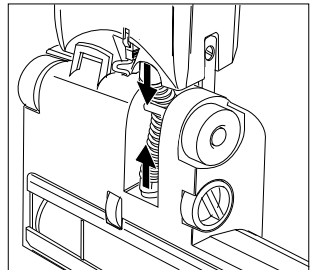

Fig. 12
- La manguera puede retirarse desacoplándola por ambos extremos. Eliminar las obstrucciones. <Fig. 12>